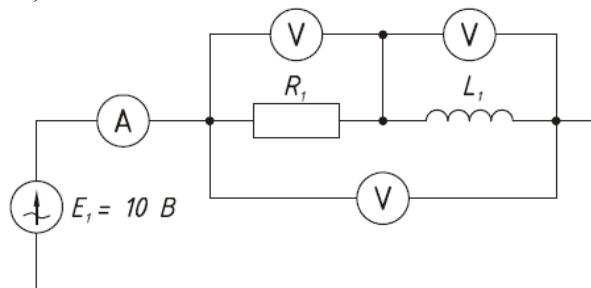

Рис. 1
2. Собрать схему в соответствии с рис. 1. Установливая индуктивность катушки в соответствии с таблицей 1 записать значения токов и напряжений с указательных приборов. ( $R_1 = 100 \text{ Ом}$ )
*Примечание:* не забудьте перевести амперметры и вольтметры в режим измерения переменных величин (AC).